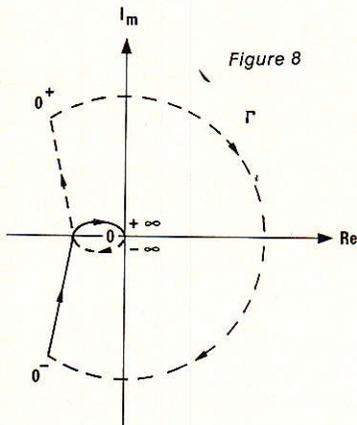

Figure 8
- si $T(p)$ admet à l'origine un pôle d'ordre α , on peut démontrer que la transformée de petit demi-cercle 0^- , 0^+ est constituée de α demi-cercles infiniment grands, dans le plan $T(p)$. Les figures 8 et 9 montrent l'allure de (Γ) pour $\alpha = 1$ et pour $\alpha = 2$.